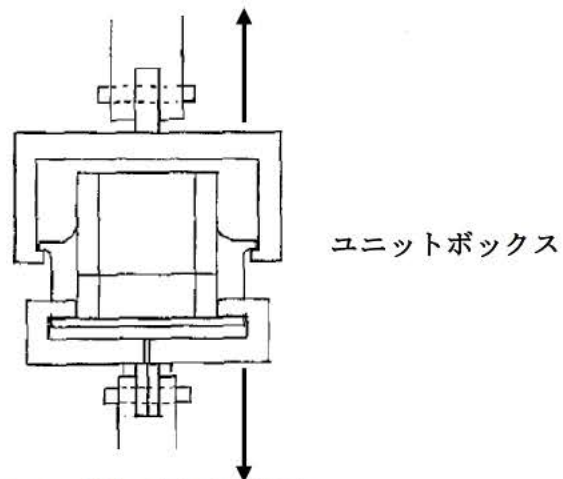

図3 本体引張試験装置
- (1) 試料（完成品）を $23 \pm 2^{\circ}\text{C}$ に2時間保った後、図3に示します試験装置に 取り付けます。
- (2) 毎分10mmの速さで、1600Nになるまで引張荷重を上下方向に加えます。